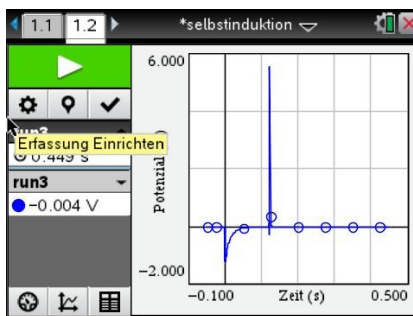

Bild 11.7
1. Durch den Wegfall des Stromsensors sind die Spannungsspitzen noch größer geworden, was man insbesondere beim Ausschalten gut sehen kann (Bild 11.7). Hier können auch u. U. noch größere Werte entstehen.